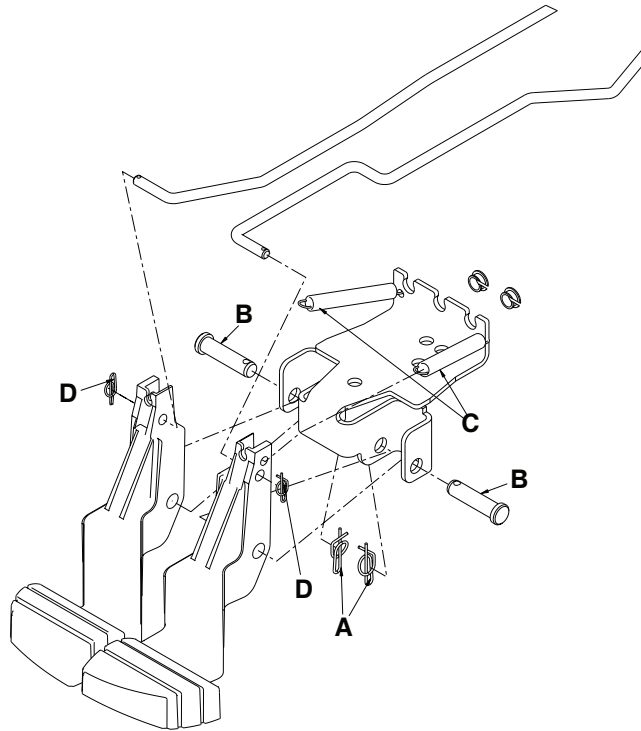

Figure 17 – Remplacer la pédale de libération
3. Déconnecter les ressorts de retour de la pédale de libération (C) des pédales de libération du côté pieds (Figure 17).